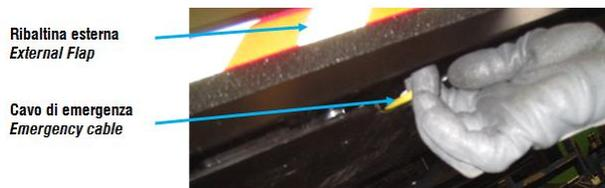

Fig. 12
- Per allungare la piattaforma di carico, tirare il cavo di emergenza posto sotto alla pedana di base (sotto la ribaltina) e contemporaneamente tirare la pedana di punta verso l'esterno fino al suo arresto; quindi, rilasciare il cavo (Fig. 12).
- To extend the loading platform, pull the emergency cable located under base platform ( under internal flap) and, at the same time, pull the upper part of the platform towards outside until it locks; then, leave the emergency cable (Fig. 12).
- Tenendo tirato il cavo di emergenza (Fig. 12) posto al centro della piattaforma (sotto la ribaltina), spingere la ribaltina di punta della stessa verso l'interno del veicolo fino in fondo, quindi, rilasciare il cavo;
- By keeping the emergency cable (Fig. 12) located on the right side of the platform pulled, push the upper part of the platform inside its seat up to the bottom, then leave the emergency cable;